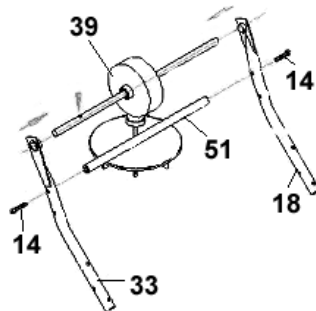

Abbildung 2
- Nehmen Sie die beiden Radgestellrahmen (18 & 33) und drücken, jeweils von der Innenseite aus, die beiden Gleitlager (37) in die Bohrungen ein.
- Schieben Sie die beiden Radgestellrahmen (18 und 33) auf die Achse der Getriebeeinheit (39).
- Führen Sie die Querstrebe (51) zwischen den beiden Radgestellrahmen (18 & 33) ein.
- Stecken Sie je eine Schraube (14) durch die Bohrungen der Radgestellrahmen (18 & 33).
- Drehen Sie die Schrauben (14) in die Stirnseite der Querstrebe (51) ein und ziehen Sie die Schrauben (14) nur handfest an.
- Achten Sie bei der Montage darauf, dass die Bohrung der Achse nach oben zeigt (siehe Abbildung 2).